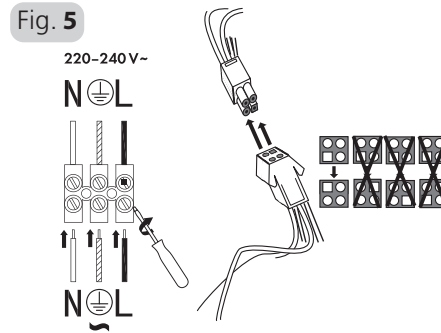

Fig. 5
Braunes Kabel: Phasenleiter (L), Blaues Kabel: Nulleiter (N), Grün/Gelb: Erdleiter. Siehe Abb. 5.
Brown wire: L, Blue wire: N, Green/yellow: Ground. Refer to Fig 5.
Câble marron : L, Câble bleu : N, Vert/jaune : Terre. Voir Figure 5.
2. filo marrone: L, filo blu: N, verde/giallo: terra, vedere fig. 5.
Bruine draad: L, Blauwe draad: N, Groen/geel: Aarde. Zie Fig. 5.
2. Ligue os cabos da alimentação e o suporte aos terminais dos fios conforme se segue: Fio castanho: L, Fio azul: N, Verde/amarelo: Terra. Consulte a Fig. 5.
Коричневый провод: L, Синий провод: N, Зеленый/желтый: Заземление. См. рис. 5.
Przewód brązowy: L, Przewód niebieski: N, Zielony/żółty: Uziemienie. Patrz rys. 5.